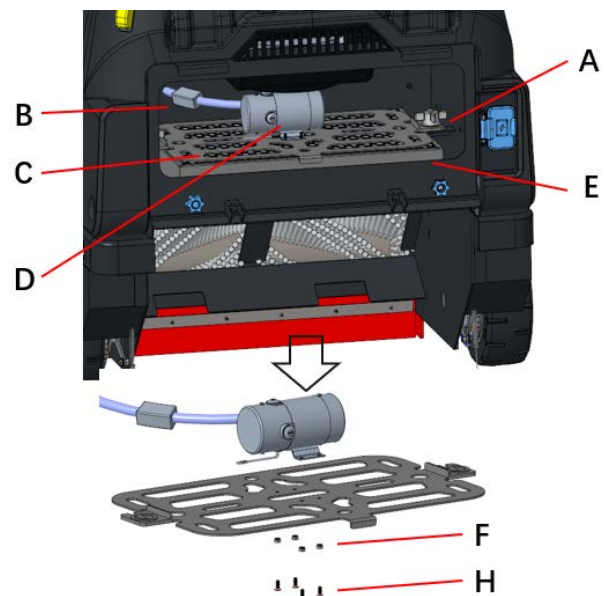

Figure 63
7. Dévisser les boutons (A, figure 63).
8. Débranchez le connecteur du moteur du secoueur de filtre (C, figure 63) (B, figure 63).
9. Retirez le cadre de fixation du filtre à poussière (D, figure 63).
10. Enlevez le filtre à poussière (E, figure 63).
11. Dévisser la vis (F, Figure 63) et l'écrou (H, Figure 63)